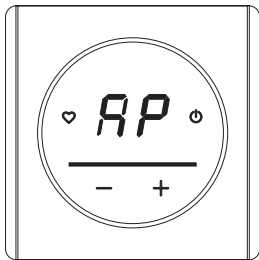

Рис. 11
- ляторе в течение 3 секунд. На экране дисплея появятся символы «АР», подтверждающие включении этого режима и начнет мигать красным кнопка «» с интервалом 1 секунда (рис. 11).